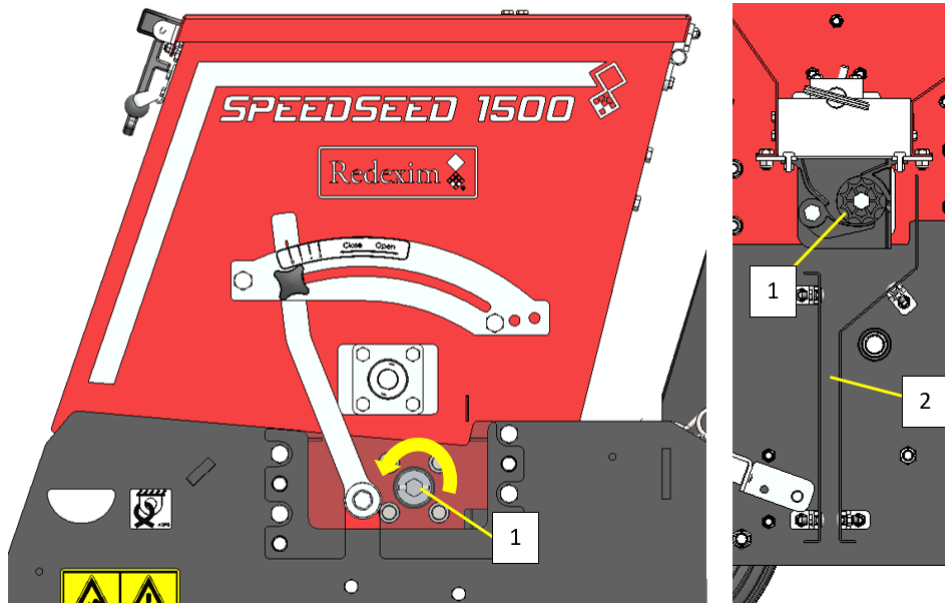

Fig. 5-1
- Vérifiez que l'arbre qui entraîne les logettes à semences tourne sans à-coups. Lorsque la trémie est vide, l'arbre (1) doit pouvoir tourner avec une clé sans trop de force. Faites tourner l'arbre dans le sens indiqué par la flèche. (Voir Fig. 5-1)
- Vérifier que le passage de semence (2) n'est pas obstrué. (Fig.5-1)